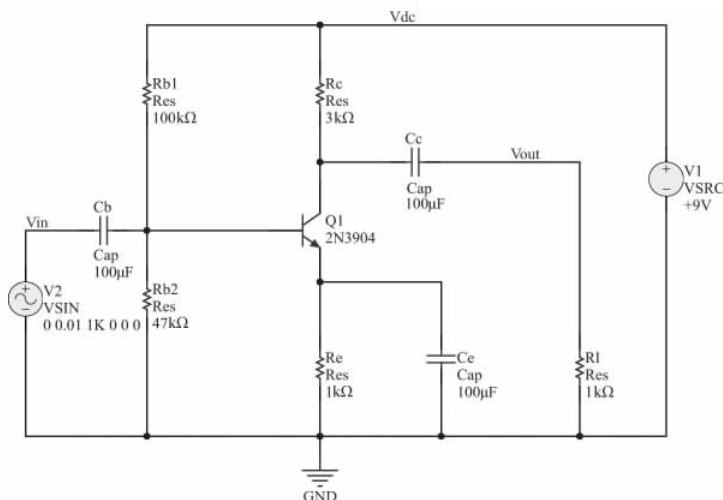

图 3-82 修改电路元器件参数
(6) 如图 3-82 所示,将元器件参数按图中设置。
(7) 为了方便对仿真结果的分析,按图 3-82 所示的电路,在电容 Cc 的输出端放置名